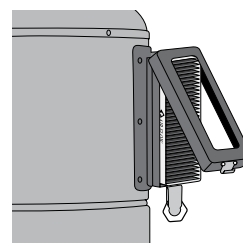

рис. 2
1. Нажать на защелку и открыть держатель фильтра. Слегка сдвинуть корпус фильтра вверх (рис. 2);